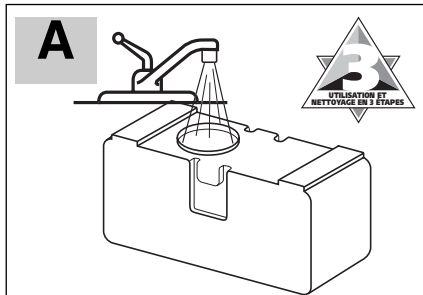

Figure 8 - Remplir le contenant d'eau
3. Remplissez le contenant d'eau chaude et remettez au boîtier du moteur (voir la figure 8). Tenez le cadre du rouleau dans l'évier et mettez le moteur à 'Haut', puis vidangez le système.